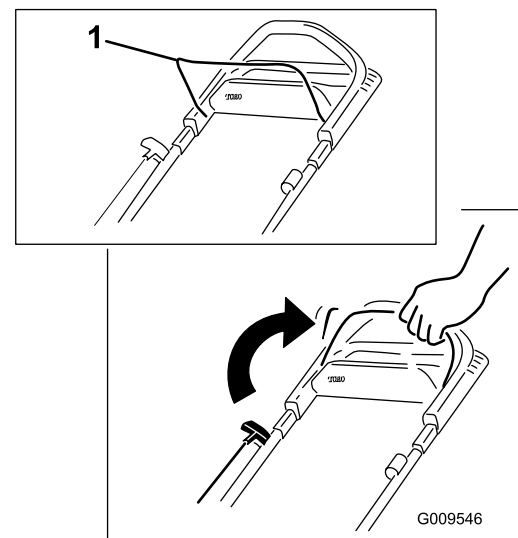

Figure 19
1. Maintenez la barre de commande de la lame contre le guidon (Figure 19).